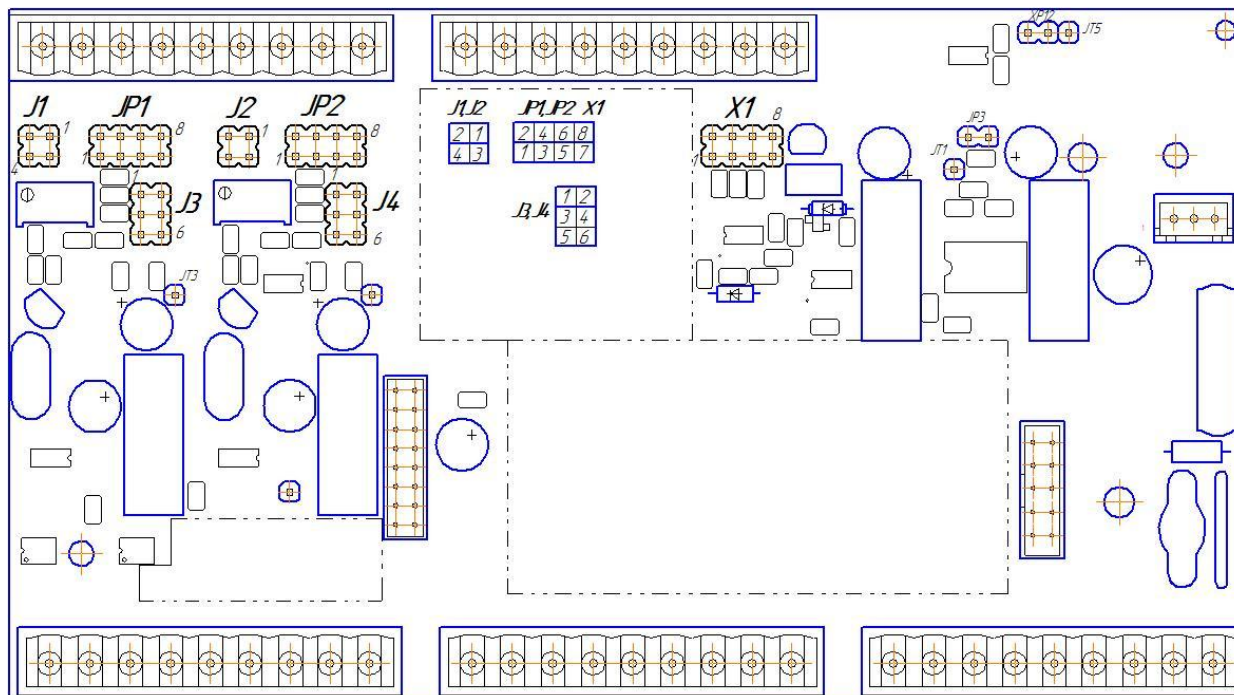

Рисунок 4.8 – Положение переключателей на плате входов
- установить положение переключателей на модуле универсальных входов в положение согласно выбранному типу входного сигнала (таблица 4.3, рисунок 4.8).